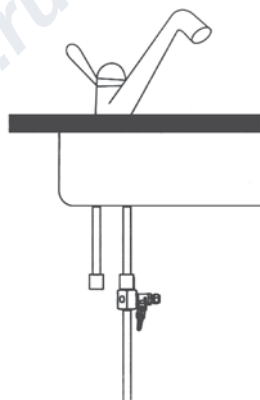

**Рис. 10**
2.1. Соберите узел подачи воды путем соединения шарового крана с тройником, как показано на **рис. 10**. Используя ленту ФУМ, вверните кран подачи воды в тройник. Будьте предельно осторожны при подсоединении крана — чрезмерное усилие повредит его резьбу. Используйте гаечный или разводной ключ.